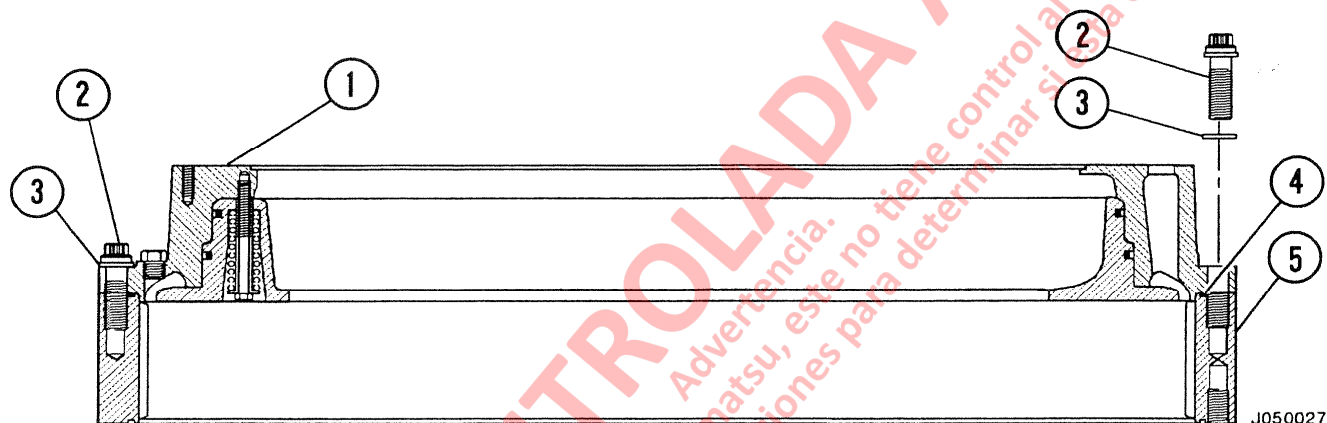
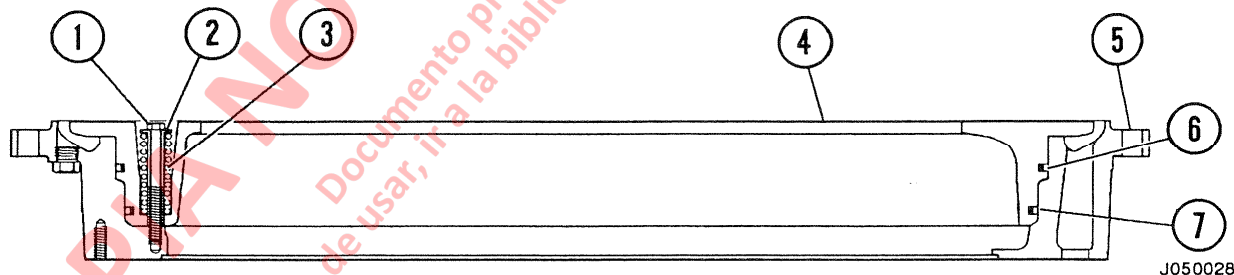
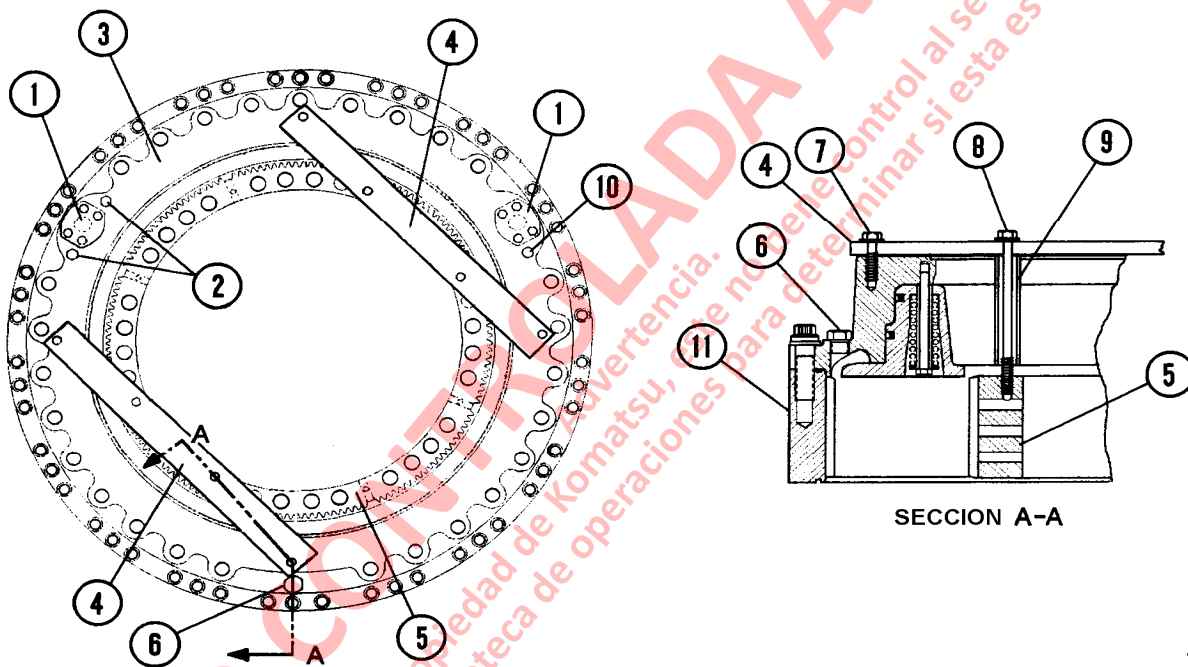

FIGURA 5-6. DESMONTAJE CONJUNTO CAJA / PISTÓN
FIGURA 5-7. DESMONTAJE DEL PISTÓN
FIGURA 5-9. MONTAJE ENGRANAJE INTERIOR
12. Asegure una banda de elevación a través de las barras y saque el engranaje interior (5) del conjunto del freno. Saque las barras de embarque y los espaciadores.
13. Saque los pernos (2, Figura 5-6) y las golillas endurecidas (3) de la caja del pistón (1).
14. Inserte un perno de empuje de 7/8 UNC x 2.0 in. en cada uno de los tres orificios roscados en la caja del pistón. Apriete los pernos en forma pareja para sacar la caja del engranaje de corona (5). Saque y bote el anillo de goma (4).
15. Coloque el conjunto del pistón con los resortes de retracción en la parte superior como se muestra en la Figura 5-7.
16. Saque los pernos (1, Figura 5-7), las guías del resorte (2) y los resortes de retracción del pistón (3).
5. Inspeccione los resortes que retraen el pistón (3, Figura 5-7). Revise que los resortes alcancen su altura libremente y pruebe su altura bajo carga. Cambie si no se encuentran dentro de un 10% de lo especificado.
1. Revise la cavidad de la caja del pistón (5, Figura 5-7) para ver si hay rayas, marcas o partículas de suciedad. Coloque la caja en posición de trabajo, con la cavidad hacia arriba.
2. Lubrique la sección cuadrada, porción de Anillo de goma, de los conjuntos de sello del pistón (6 y 7) con aceite hidráulico tipo C-4. Monte en las ranuras del pistón (4). Asegúrese de que el Anillo de goma no esté torcido.
6. Ensamble los doce Pernos s (1), guías de resorte (2) y resortes retráctores (3). Aplique Loctite a las roscas de los Pernos y monte las partes ensambladas a través del pistón y los orificios roscados en la caja. Apriete los Pernos con un torque de **90 Lbs./pie (122 N.m)**.
9. Monte el Anillo de goma (4, Figura 5-6) en la ranura del engranaje de corona (5).
10. Asegure los ojales de elevación al conjunto de la caja / pistón y baje a su posición sobre el engranaje de corona. Monte los Pernos (2) y golillas endurecidas (3). En forma alternada, apriete los Pernos con un torque de 575 Lbs./pie. (780 N.m).
11. Inserte el engranaje interior (5, Figura 5-9) dentro del conjunto. Oriente el engranaje según se muestra.
12. Coloque las barras de embarque (retén) sobre la caja del pistón, según se muestra en la Figura 5-9. Asegure las barras utilizando Pernos y golillas de 1/2 UNC x 1,75 in. (7) en los exteriores de las barras (4). Inserte espaciadores (9) y Pernos de 1/2 UNC x 8,0 in. y golillas de seguridad (8) según se muestra, para retener el engranaje interior en su posición.